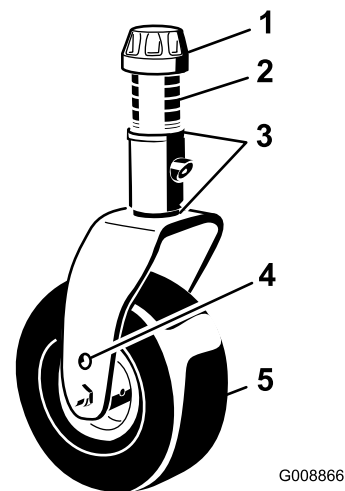
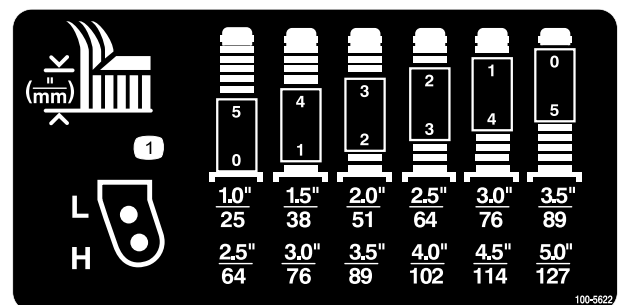

Figura 7
Figura 8
2. Coloque los ejes de las ruedas giratorias en el mismo taladro en ambas horquillas. Consulte Figura 7 y Figura 8 para saber cuáles son los taladros adecuados para esta configuración.
3. Retire el casquillo tensor del eje (Figura 7) y deslice el eje fuera del brazo de la rueda giratoria. Coloque los 2 suplementos (1/8 pulgada) en el eje de la misma forma que en la instalación original. Estos suplementos son necesarios para obtener el mismo nivel en toda la anchura de las unidades de corte. Coloque el número adecuado de espaciadores de 13 mm (consulte la tabla siguiente) en el eje para conseguir la altura de corte deseada, luego coloque la arandela en el eje.
Consulte Figura 8 para saber la combinación de espaciadores para esta configuración.